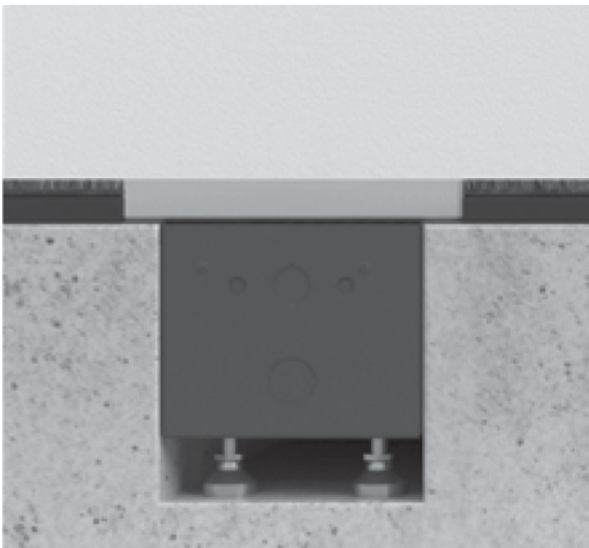

Figure 12A: Montage de aligné – La grille est alignée au plancher
15. Répétez ce processus jusqu'au niveau. **Note** : la grille doit être alignée la surface du plancher. Voir figure 12A.